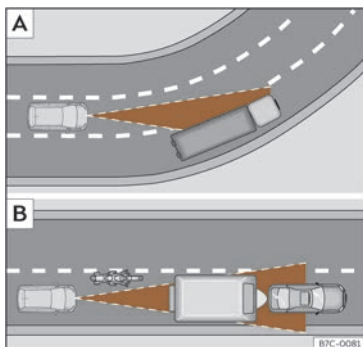

Fig. 112 **A** Vehículo en una curva. **B** Motociclista circulando por delante fuera del radio de acción del sensor de radar.
El ACC podría no detectar en curva el vehículo precedente o podría regular la distancia con vehículos que se encuentran en otros carriles >>> **fig. 112 A**.
- Vehículos que circulen desalineados o fuera de la zona de detección del sensor, por ejemplo, motocicletas >>> **fig. 112 B**.